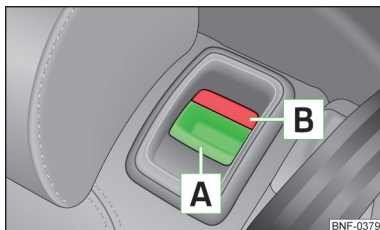

Fig. 50
- Presione el botón de seguridad **A** » fig. 50 y abata completamente el respaldo hacia delante.
- Presione los botones de seguridad **A** » fig. 50 en ambos lados del respaldo y abata el respaldo hacia delante.
- Cerciórese de que la marca roja **B** » fig. 50 ya no sea visible.
- Asegurar, que las marcas rojas **B** » fig. 50 en ambos lados del respaldo no sean más visibles.